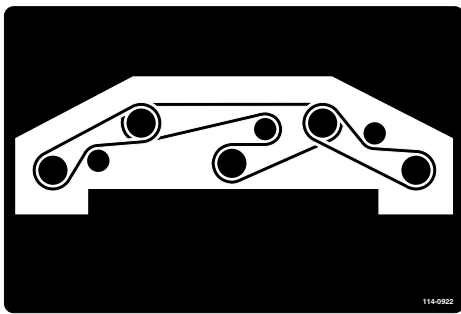

図 116
8. スピンドルプーリとアイドルプーリアセンブリに新しいベルトを回しかける 図 116。